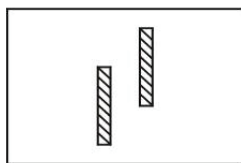
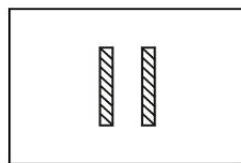
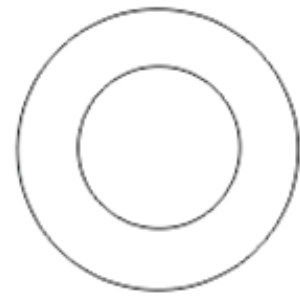

Figure 55
Figure 56
Figure 57
Tourner le bouton de l'objectif auxiliaire ② pour régler l'œil gauche à 10Δ afin que les colonnes de lettres soient complètement séparées. Si le patient a une phorie verticale, cela sera montré comme Fig.55. Tournez ensuite le prisme rotatif vers l'autre œil, avec une échelle de 0 horizontale (comme indiqué sur la Fig.57). Tourner le bouton de rotation du prisme ① de sorte qu'il n'y a pas de différence entre le haut et le bas (voir Fig.56). Ensuite, l'échelle du prisme rotatif indique la puissance de phorie verticale.